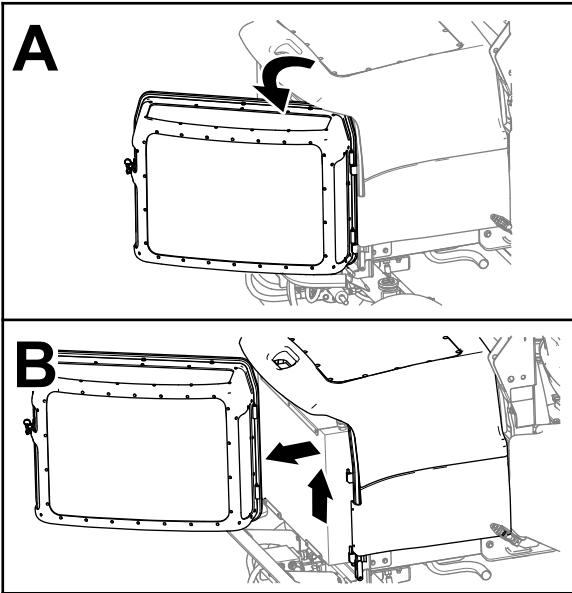

Bild 66
3. Entriegeln Sie das Motorgitter, öffnen Sie es und heben Sie es von der Maschine ab (Bild 66).